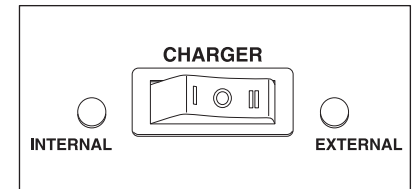

Fig. 5
- Si la tensión es superior a 5 V, conecte el cable de alimentación de la RESCUE 4000/4050 a una toma de 120V AC y establezca el interruptor en la parte frontal de la unidad para EXTERNO. (Fig. 5)